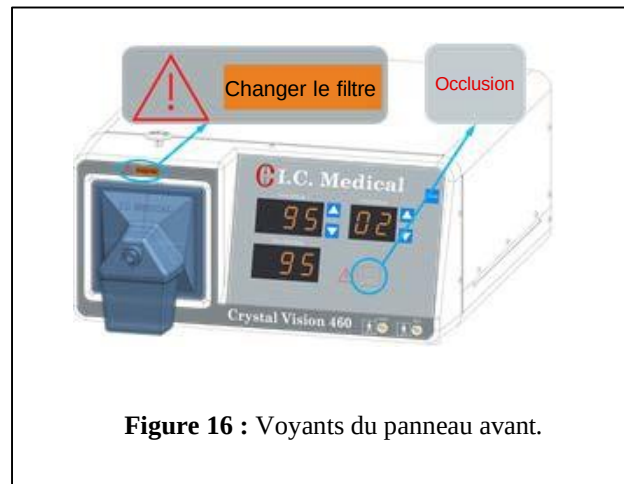

Figure 16 : Voyants du panneau avant.
8. Le voyant CHANGER LE FILTRE est situé au-dessus du filtre (Figure 16). Il s'allume lorsqu'il y a un débit réduit dans l'appareil CRYSTAL VISION®. Le filtre hydrophobe **SAFEGUARD BLUE®** ULPA avec piège à fluide intégré doit être changé lorsque ce voyant s'allume. N'essayez pas de nettoyer ou de réutiliser le filtre hydrophobe **SAFEGUARD BLUE®** ULPA avec piège à fluide intégré . Éliminez le filtre hydrophobe **SAFEGUARD BLUE®** ULPA avec piège à fluide intégré selon le protocole de déchets biologiques de votre établissement. Ce voyant s'allumera également en cas d'occlusion totale. Si le voyant OCCLUSION est également allumé, assurez-vous d'abord d'éliminer l'obstacle qui l'a causé, puis vérifiez le voyant CHANGER LE FILTRE. S'il est toujours allumé et le voyant OCCLUSION ne l'est pas, le filtre hydrophobe **SAFEGUARD BLUE®** ULPA avec piège à fluide intégré doit être changé.
9. OCCLUSION indique que l'écoulement dans l'appareil CRYSTAL VISION® s'est arrêté (Figure 16). Le voyant CHANGER LE FILTRE s'allumera également à ce moment. L'opérateur doit vérifier si les tubes sont pliés, les valves sont fermées, l'insufflateur est obstrué, le filtre de sortie grande taille au charbon de noix de coco est utilisé jusqu'à date limite d'utilisation, ou le filtre hydrophobe **SAFEGUARD BLUE®** ULPA avec piège à fluide intégré est complètement bouché. Afin d'éviter une panne de la pompe, la pompe de l'appareil CRYSTAL VISION® ne s'activera pas lorsque ce voyant est allumé.